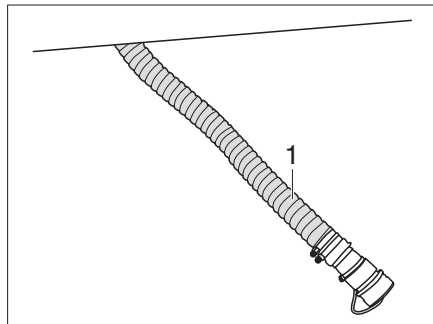

Fig. 387 Svuotamento della cassetta della toilette sminuzzatrice
- Sganciare il tubo flessibile di svuotamento (Fig. 387,1) da sotto il veicolo e condurlo nel punto di smaltimento.
- Lasciare il tubo flessibile di scarico (Fig. 387,1) nel punto di smaltimento.
- Riporre il tubo flessibile di svuotamento (Fig. 387,1) sotto il veicolo.